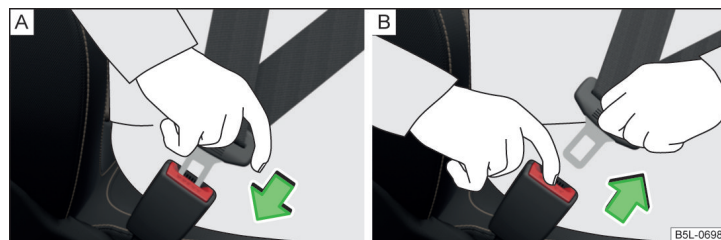

Fig. 6 Fixarea sau desfacerea centurii de siguranță
- » Introduceți clema de fixare în catarama aferentă a centurii de siguranță » fig. 6 - [A] până când se fixează cu un declic.
» fig. 6 - , limba centurii sare afară.